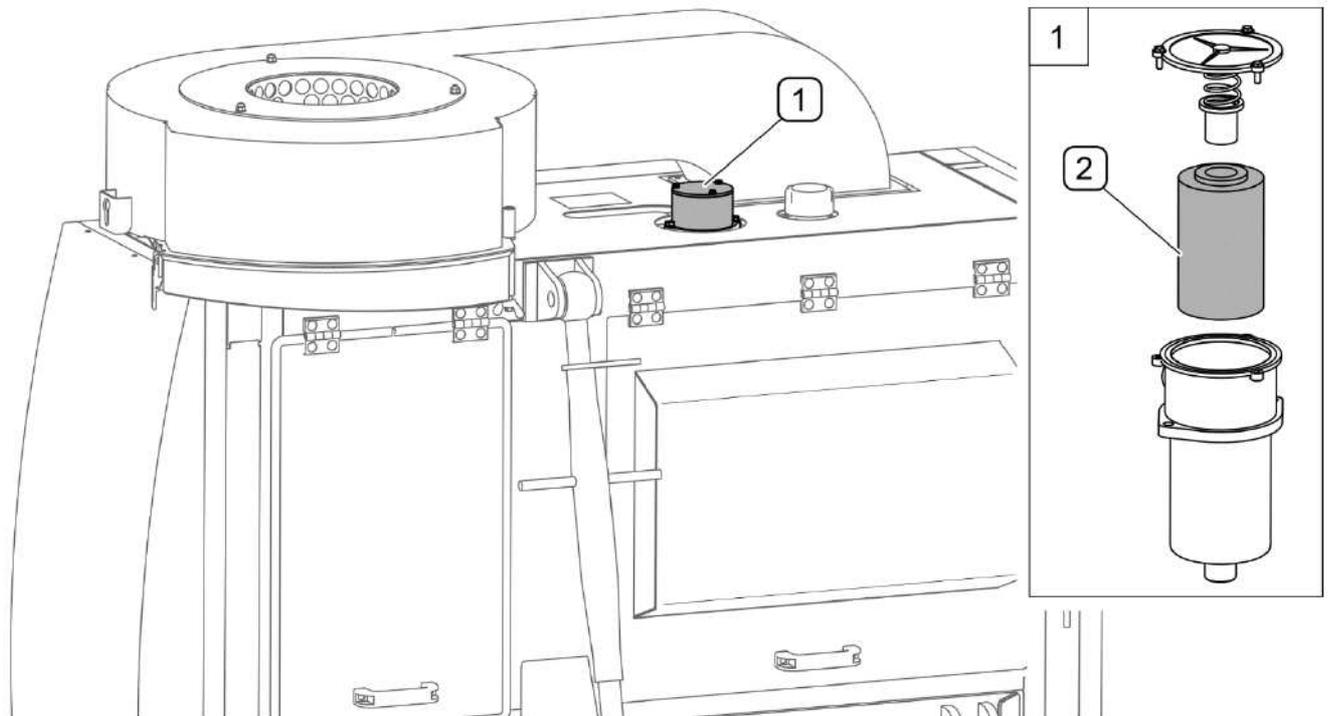
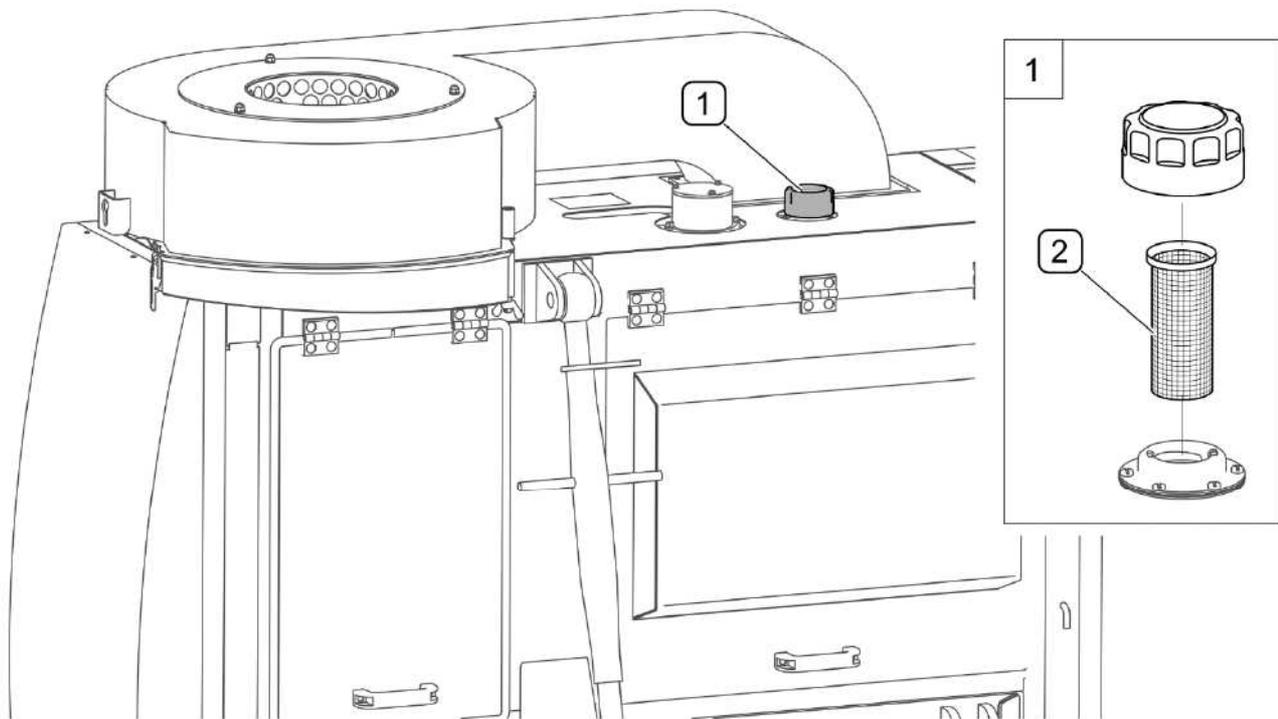
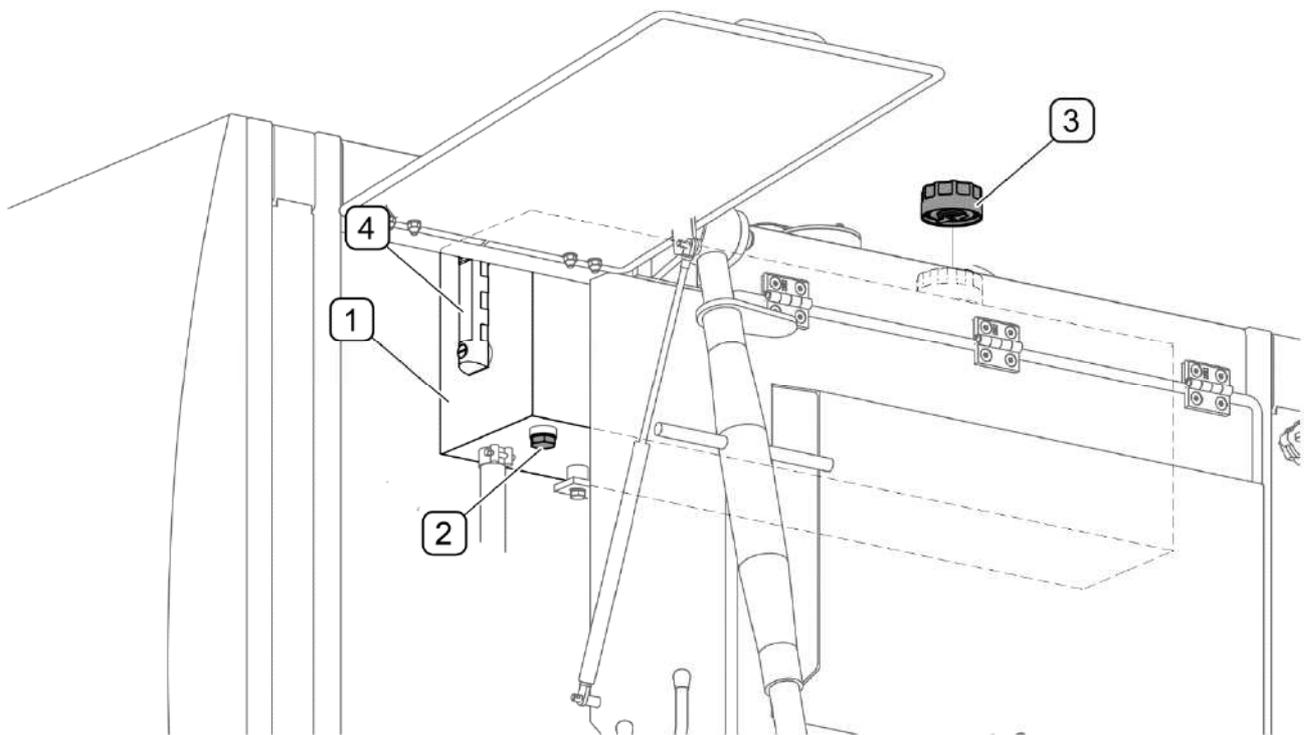

FIGURE 5.19 Le remplacement de la cartouche du filtre à huile de retour
FIGURE 5.20 Filtre de remplissage
FIGURE 5.21 La vidange de l'huile dans le réservoir du circuit hydraulique
Le filtre à huile de retour (FIGURE 5.19) se trouve dans la partie supérieure du réservoir à l'huile. Le filtre de retour est équipé d'une cartouche filtrante qui doit être remplacée périodiquement.
Le filtre de remplissage (FIGURE 5.20) est installé dans l'orifice de remplissage et doit être contrôlé et nettoyé périodiquement. Après avoir dévisser le bouchon (1), enlever l'insert à grille (2) et nettoyer avec un produit lavant.
Le réservoir de l'huile (1) du circuit hydraulique contient 40 litres de l'huile hydraulique HL-32. Il convient de contrôler périodiquement le niveau de l'huile sur l'indicateur de l'huile (4) (FIGURE 5.21). Pendant la vidange de l'huile il convient de remplacer la cartouche du filtre de l'huile de retour (FIGURE 5.19) et nettoyer le filtre de remplissage à grille (FIGURE 5.20). Le circuit hydraulique se désaère automatiquement pendant le travail de la machine.
Pour vidanger l'huile il convient de (FIGURE 5.21):